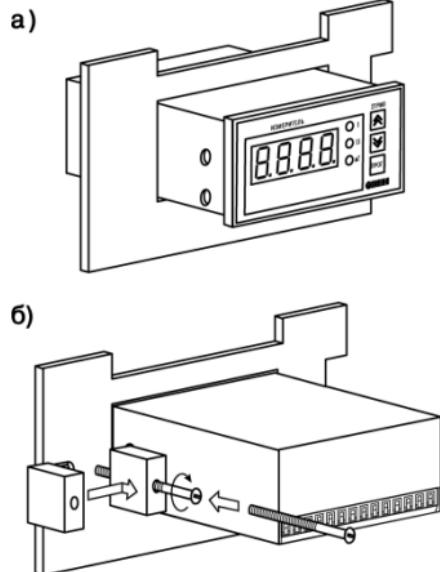

Рисунок 4.2 – Монтаж прибора щитового крепления
- 3 Вставить прибор в специально подготовленное отверстие на лицевой панели щита (см. Приложение А и рисунок 4.2, а).
- 4 Вставить фиксаторы из комплекта поставки в отверстия на боковых стенках прибора (рисунок 4.2, б).